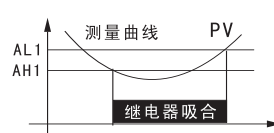

图2
- (3) 设定 AH1<AL1，当测量值 $\leq$ AH1时，继电器吸合；当测量值 $\geq$ AL1时继电器释放。继电器动作情况见图2，常用于下限报警。
- (4) 吸合值不等于释放值，其之间的区域构成回程不动作区。通常回程不动作区为3~5个字。